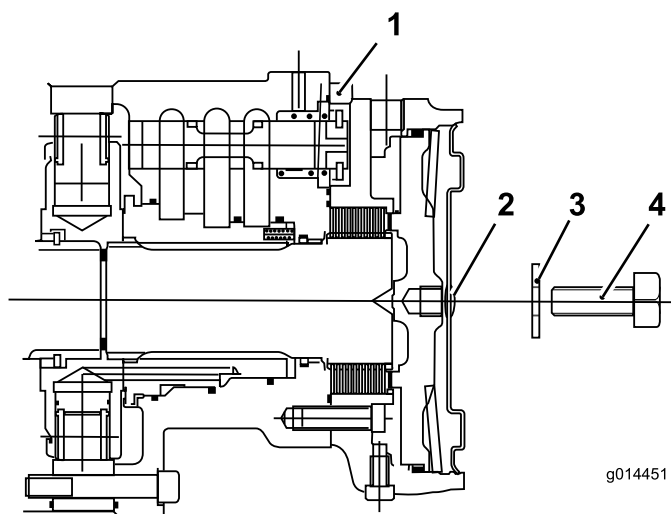

Figura 45
1. Retire el perno de 12 x 40 mm y la arandela de 12 mm del taladro en el centro de la placa del extremo del motor (Figura 45).